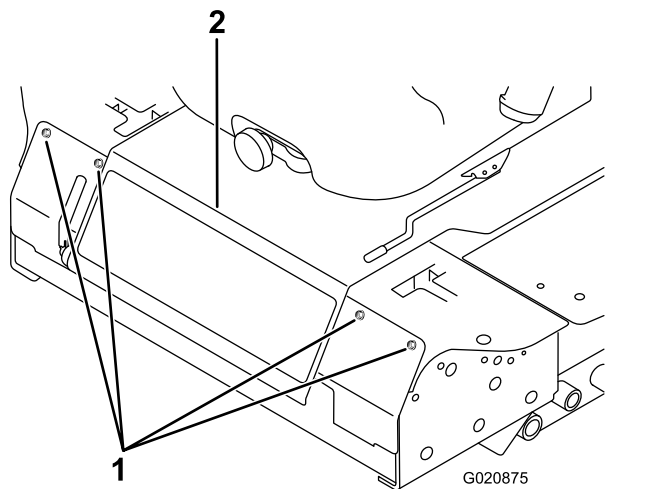

Figura 44
2. Retire os parafusos que fixam o painel dianteiro e retire o painel (Figura 44).